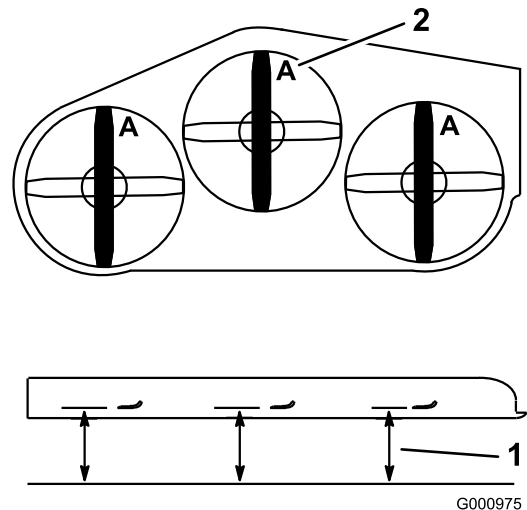

Figure 78
2. Mesurez la distance entre la surface plane et le tranchant (position A) des lames (Figure 78).